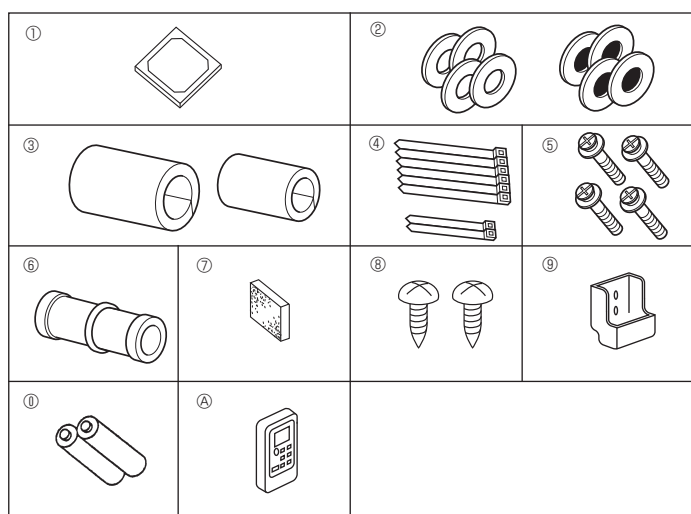

Fig. 4-1
4.1. Проверьте наличие дополнительных принадлежностей к внутреннему прибору (Fig. 4-1)